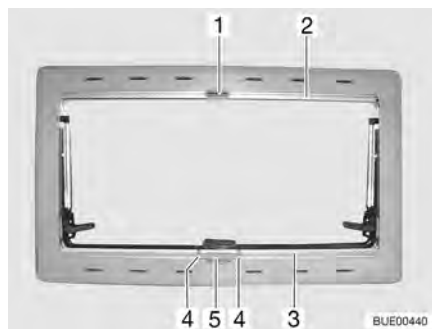

Fig. 67 Ventana abatible
- Apretar el tirador (Fig. 67,4) y tirar de la persiana oscurecedora (Fig. 67,3) de abajo hacia arriba hasta la altura deseada.
- Comprimir el asidero (Fig. 67,4). Se suelta el bloqueo.
- Llevar la persiana oscurecedora enrollable (Fig. 67,3) lentamente a su posición inicial.
- Tirar la mosquitera enrollable (Fig. 67,2) hacia abajo, hasta que choque con la persiana oscurecedora enrollable (Fig. 67,3) y el pestillo de cierre (Fig. 67,1) engatille en el bloqueo (Fig. 67,5).
- Aflojar el pestillo de cierre (Fig. 67,1).